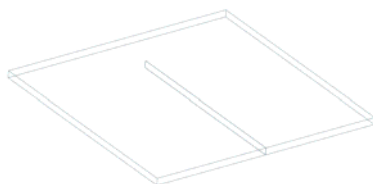

图 8-8 创建撕边
(3) 在“撕边”对话框中单击按钮, 完成的撕边如图 8-8 所示。